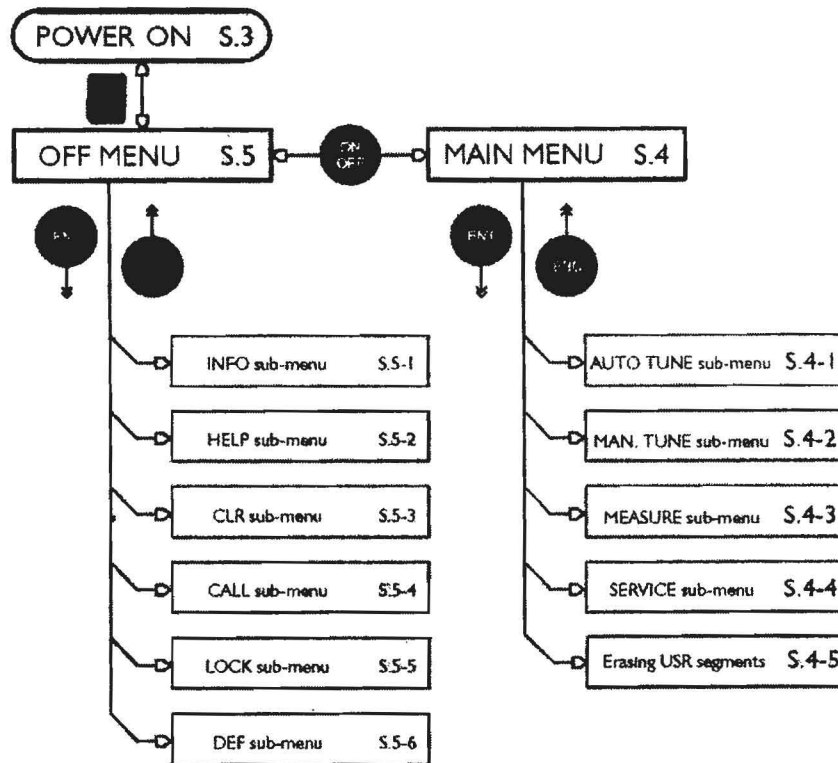

Figura 3-2. Estructura de los menús. (Ver también la Sec. 8)
En esta situación, solamente es operativo el control remoto, mientras el amplificador mismo permanece apagado. El control del amplificador está estructurado en dos menús: *OFF* (desconectado) y *MAIN* (principal), cada uno de los cuales tiene varios sub-menú (ver la figura 3-2 del manual inglés y el apartado S-8).
e) El menú *MAIN* (principal) consiste en cuatro sub-menús que pueden ser seleccionados pulsando la tecla [ENT] (ver la figura 3-2 y la Sección 8).